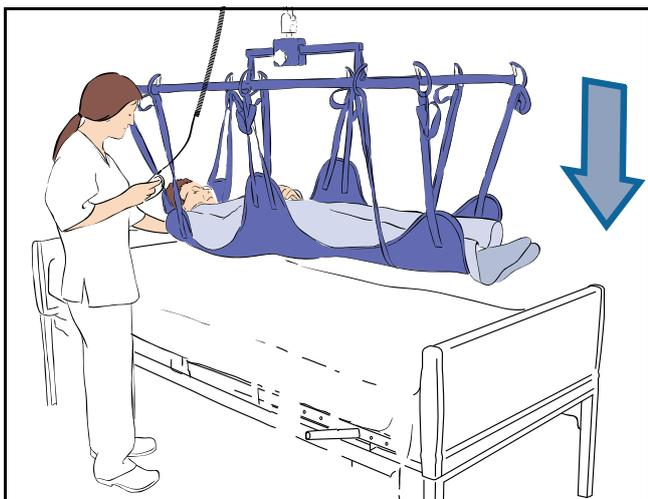

Fig. 16
- 10) Abbassare il paziente sul punto di arrivo (vedere Fig. 16).